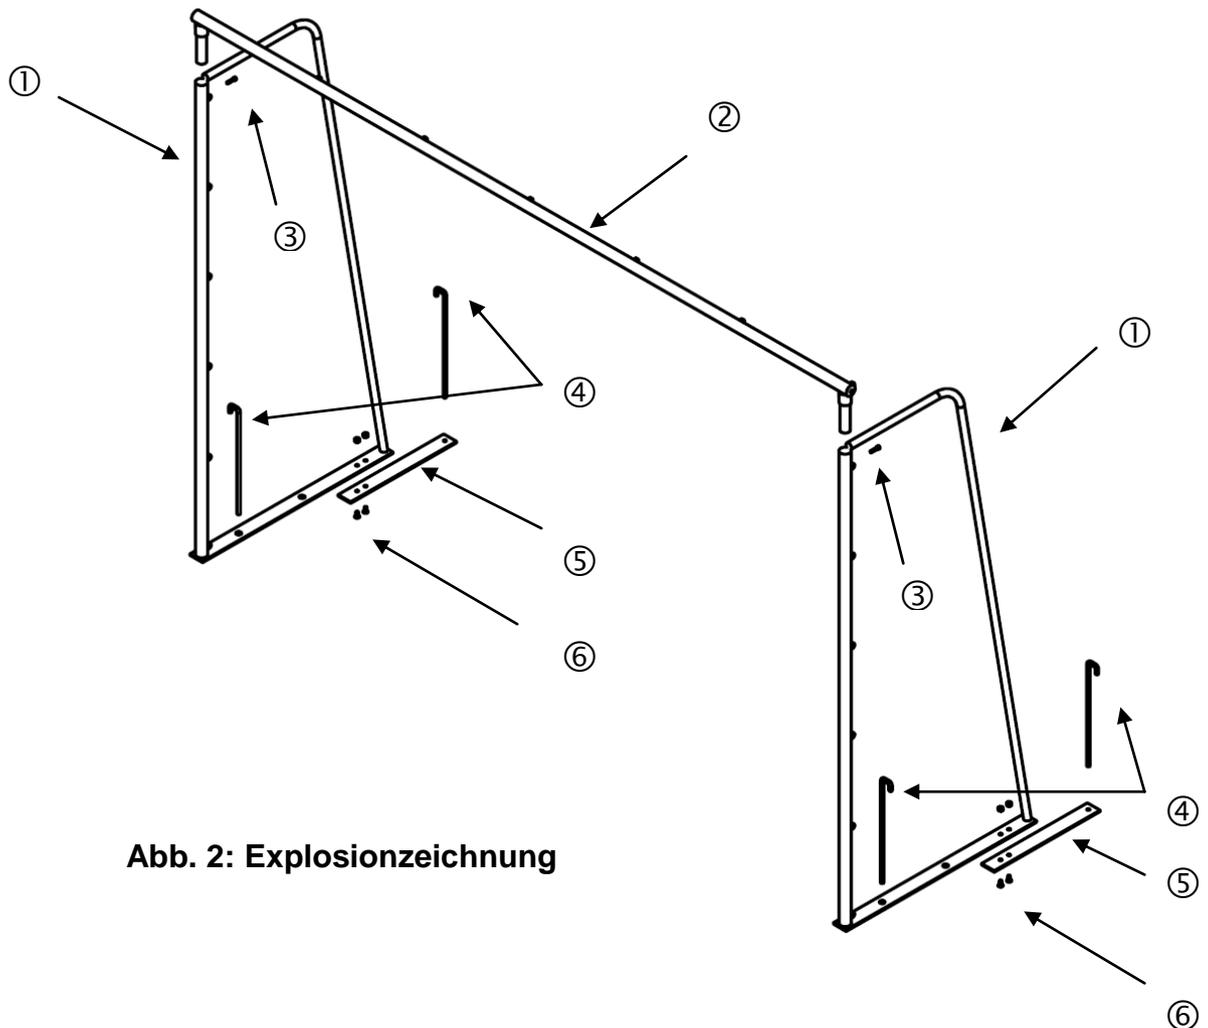

Abb. 2: Explosionszeichnung
Stellen Sie die Seitenteile ① senkrecht auf und stecken die Rohrzapfen der Querlatte ② in die Pfosten der Seitenteile ① (Abb.2).
Danach verschrauben Sie die Querlatte ② und die Pfosten ① mit Hilfe der Innensechskantschrauben ③ (Abb.2). Stecken Sie anschließend die Senkschrauben M 10 ⑥ von unten in die Torrahmenverlängerung ⑤ und verbinden diese von unten mit den Seitenteilen ①.
Zum Schluss stecken Sie die Erdanker ④ durch die Bohrungen im Torrahmen in den Boden (Abb.2). Das Netz (nicht im Lieferumfang enthalten) können Sie nun in die dafür vorgesehenen Netzhaken hängen.